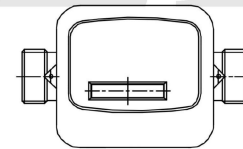
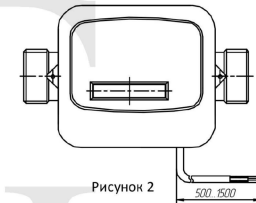

Рисунок 1
Рисунок 2
- без импульсного выхода и с импульсным выходом (рисунок 1 и рисунок 2);
Длина кабеля, м	от 0,5 до 1,5 (стандартная – 0,5) см. рисунок 2